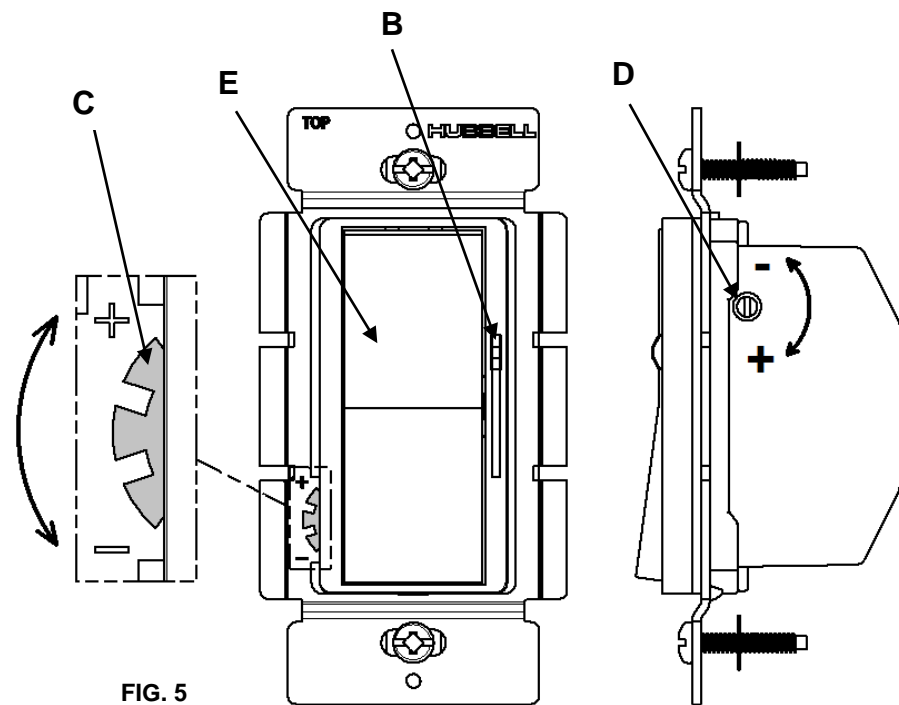

FIG. 5
3.3. Move the slider "B" down to the bottom. (FIG 5).
- Move the slider "B" up, Turn the high-end knob "D" clockwise with a screwdriver to achieve maximum light brightness (FIG. 5).
3.3. Déplacer la glissière "B" jusqu'en bas. (FIG 5).
- Déplacer la glissière "B" vers le haut, tourner le bouton "D" dans le sens des aiguilles d'une montre avec un tournevis pour obtenir la luminosité optimale (FIG. 5).
3.3. Mover el control deslizante "B" hasta abajo (FIG 5).
- Mover el control deslizante "B" hacia arriba, con un desatornillador gire la perilla de nivel alto "D" en sentido horario para alcanzar el máximo brillo de la luz. (FIG 5)